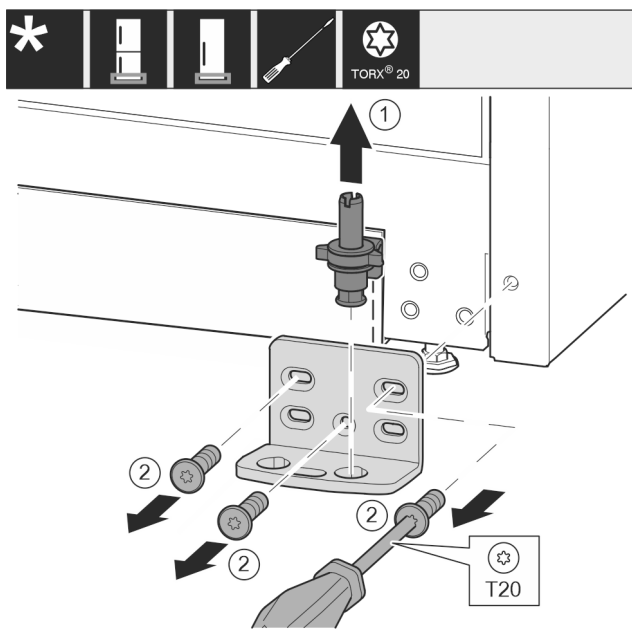

Fig. 15
- ▶ Izvucite podložak ležaja kompletno prema gore. Fig. 15 (1)
- ▶ Odvijačem T20 odvijte vijke i skinite podložak ležaja. Fig. 15 (2)